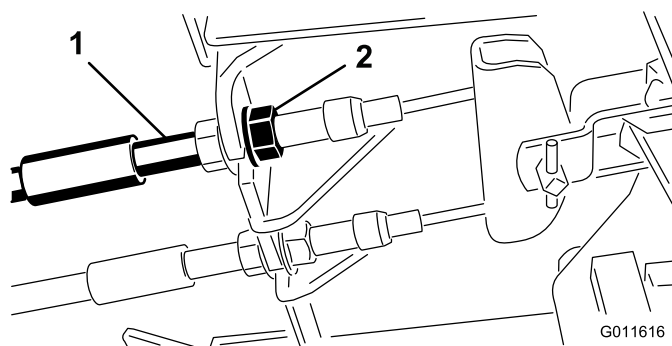

図 35
1. 遊びを減らすブレーキを締めるには、ブレーキケーブルのネジ山の前ナットをゆるめ、後ろのナットを締める (図 35)。